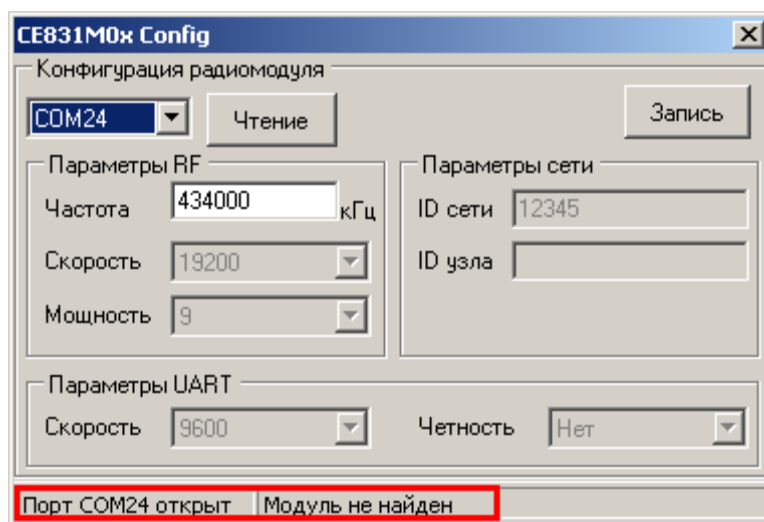

Рисунок 2 Строка статуса программы после инициализации и открытия COM-порта
По завершении инициализации в строке статуса программы отобразится номер открытого COM-порта и текущее состояние соединения с радиомодулем (рисунок 2). Значения параметров установлены по умолчанию. Для модификации доступно только поле с частотой радиоканала модуля.
После выбора нового COM-порта необходимо дождаться сообщения в строке статуса (Рисунок 2) о том, что открыт именно выбранный COM-порт (ожидание 1-3 сек).
- запустить программу, выбрать COM-порт, к которому подключен счетчик, дождаться открытия COM-порта (Рисунок 2);